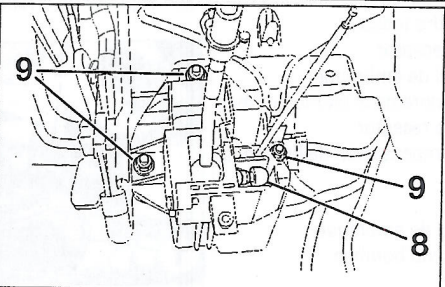

Figura 3-3
- Con una llave fija, separar los cables de mando de velocidades (8) (figura 3-3).
- Desmontar las tuercas (9) y la palanca de mando.